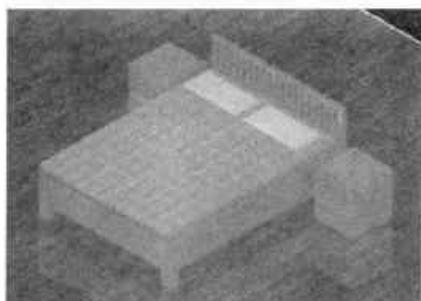

图14-80 赋予地面材质
**Step27** 在“材质浏览器”选项板中，选择满意的材质，并将其赋予至地面模型上，执行“渲染区域”命令，对其渲染，如图 14-80 所示。